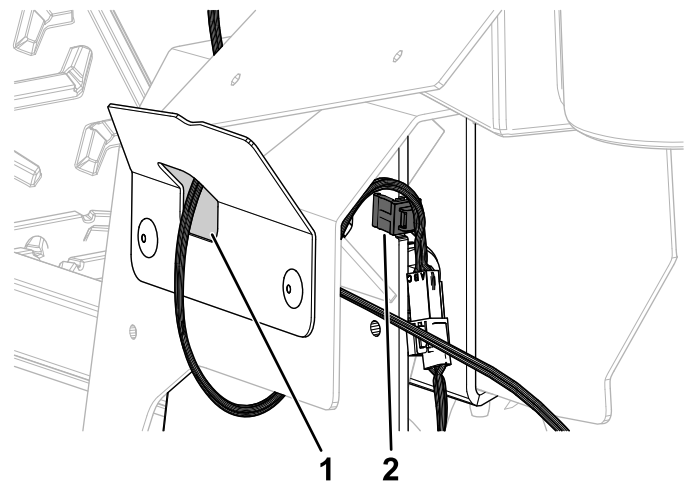

図 8
2. 走行コントロールレバーのワイヤハーネスを、左側カバープレートの穴に通す 図 8。
3. 左側走行コントロールレバーのノッチに、ワイヤハーネスを固定する 図 8。